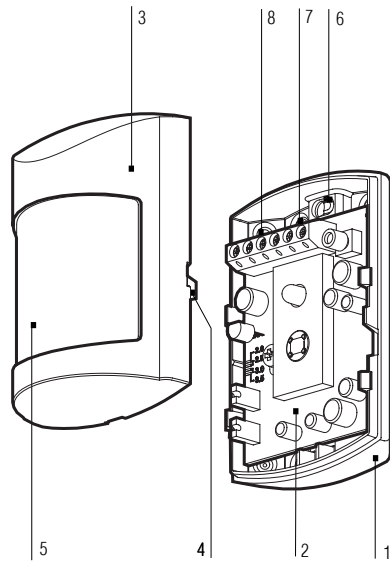

Рис. 1
Извещатель выполнен в виде одного блока (Рис.1) и состоит из:
- Вскрыть необходимое отверстие для ввода проводов 6 (рис.1), а также необходимые отверстия 7 при установке на плоскости или отверстия 8 при установке в углу. При необходимости допускается снять плату с основания, вывинтив фиксирующий шуруп.